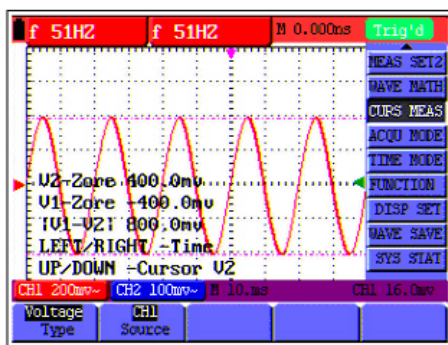

Figura 24.- Uso del cursor para una medida de voltaje.
- Pulse la tecla **OSC OPTION** repetidamente hasta que el mensaje **▲/▼ CURSOR 2** aparezca en pantalla. Pulse entonces **OSC ▲ /OSC ▼** y verá que la línea interrumpida **V2** se desplaza arriba y abajo mientras el valor del voltaje medido de **V2** en relación a la posición cero de CH1 aparece en pantalla. Además, los valores absolutos de **V1** y **V2** se pueden visualizar en pantalla. (Ver Figura 24).